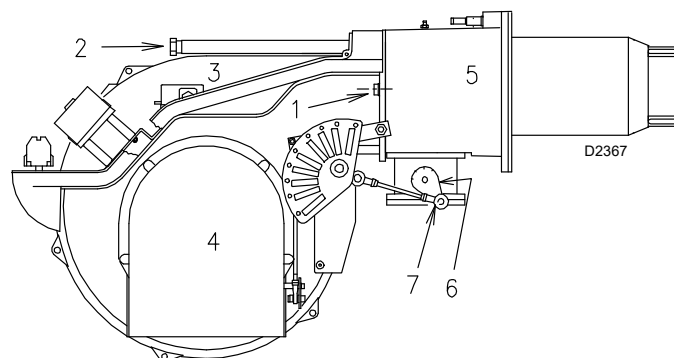

Abb. 18
- fügen Sie das Kabel des Fühlers und das der Elektrode ein und lassen Sie dann den Brenner bis zur Muffe gleiten, bis er sich in der in der Abb. 18 dargestellten Position befindet;